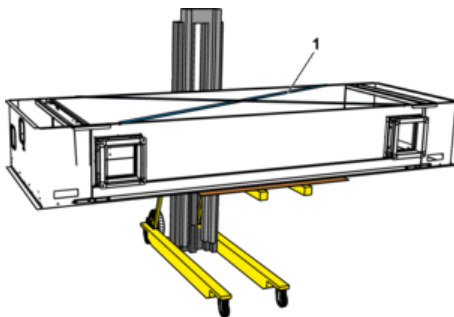

Abb. 16: Zarge auf Montagelift legen
1. ▶ Den Montagelift an die Stelle fahren, an der die Deckemontage erfolgen soll. Die Zarge mit dem Kreuz (*Abb. 16/1*) nach oben auf den Montagelift legen. Hierbei beachten, dass die lackierte Oberfläche der Zarge nicht beschädigt wird. Zum Schutz z.B. Pappe zwischen Lift und Gerät legen.